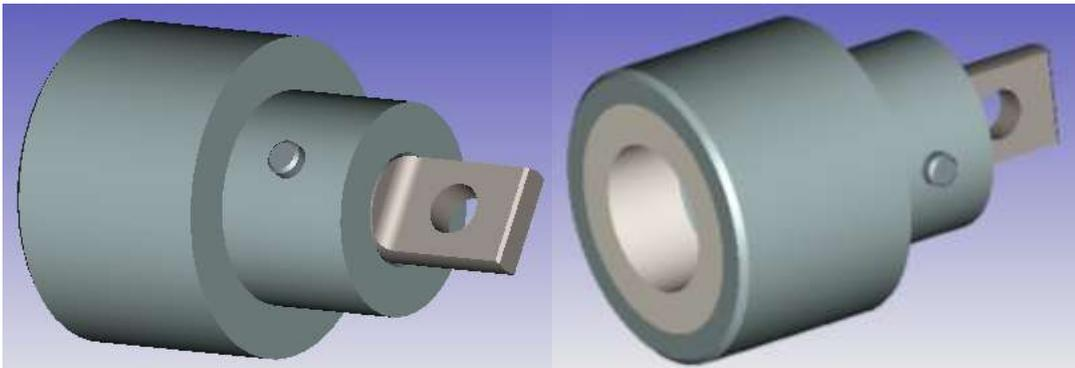
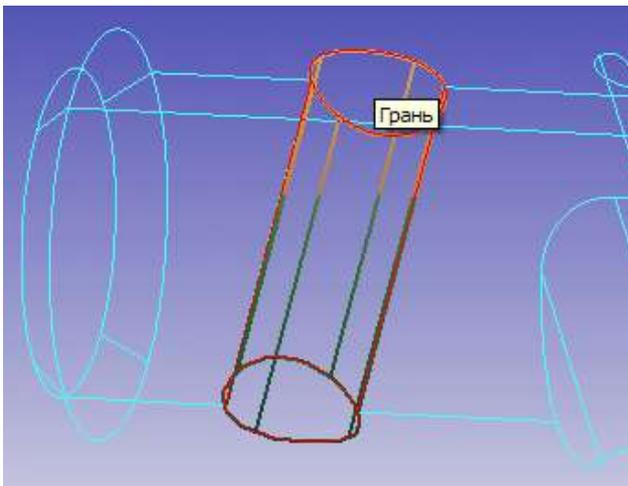
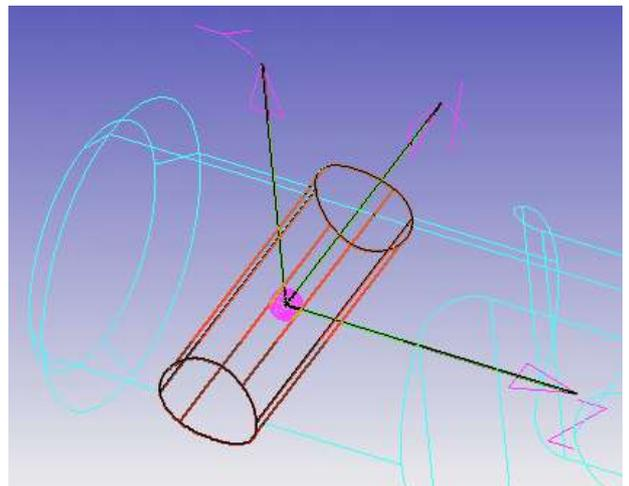

Рис. 1. Внешний вид сборочного узла
Рис. 15. Выделение поверхности вращения
Рис. 16. Создание системы координат привязки
В данной лабораторной работе требуется построить твердотельную модель сборки из моделей деталей типа "корпус", "кольцо", "вал" и "штифт" (внешний вид сборки представлен на рис. 1). При этом предполагается следующая последовательность действий:
3. Для установления взаимного расположения деталей в составе сборочного узла необходимо в первую очередь задать систему координат добавляемой детали. По условию задачи вал в корпусе фиксируется штифтом (рис. 1), поэтому при создании системы координат привязки удобно воспользоваться командой **Выбрать поверхность вращения**  и указать поверхность сквозного отверстия диаметром  $D10$  (рис. 15). В результате будут отображены оси системы координат привязки (рис. 16).